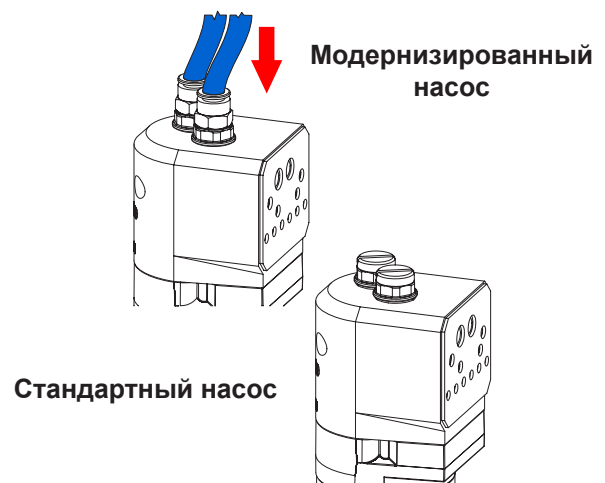

Рис. 17 Присоединение шлангов продувочного воздуха
4. См. Рис. 17. Смонтировать узлы трубок псевдооживления в корпусе насоса. Затянуть монтажные муфты, затем подсоединить шланги продувочного воздуха.